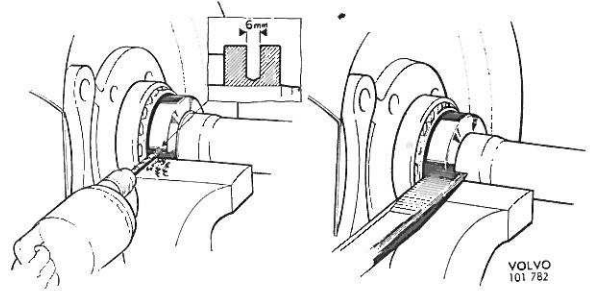

Figure 21. Enlèvement de la bague de retenue
6. Percer un alésage de 6 mm dans la bague de retenue comme le montre la figure 21. Ne pas percer trop profondément, sous risque d'endommager l'arbre. Faire sauter la bague de retenue avec un burin. REMARQUE: Adapter le burin sur le bord extérieur de la bague, de manière à éviter d'endommager le roulement. Déposer l'arbre de roue de l'étau et enlever la bague de retenue.